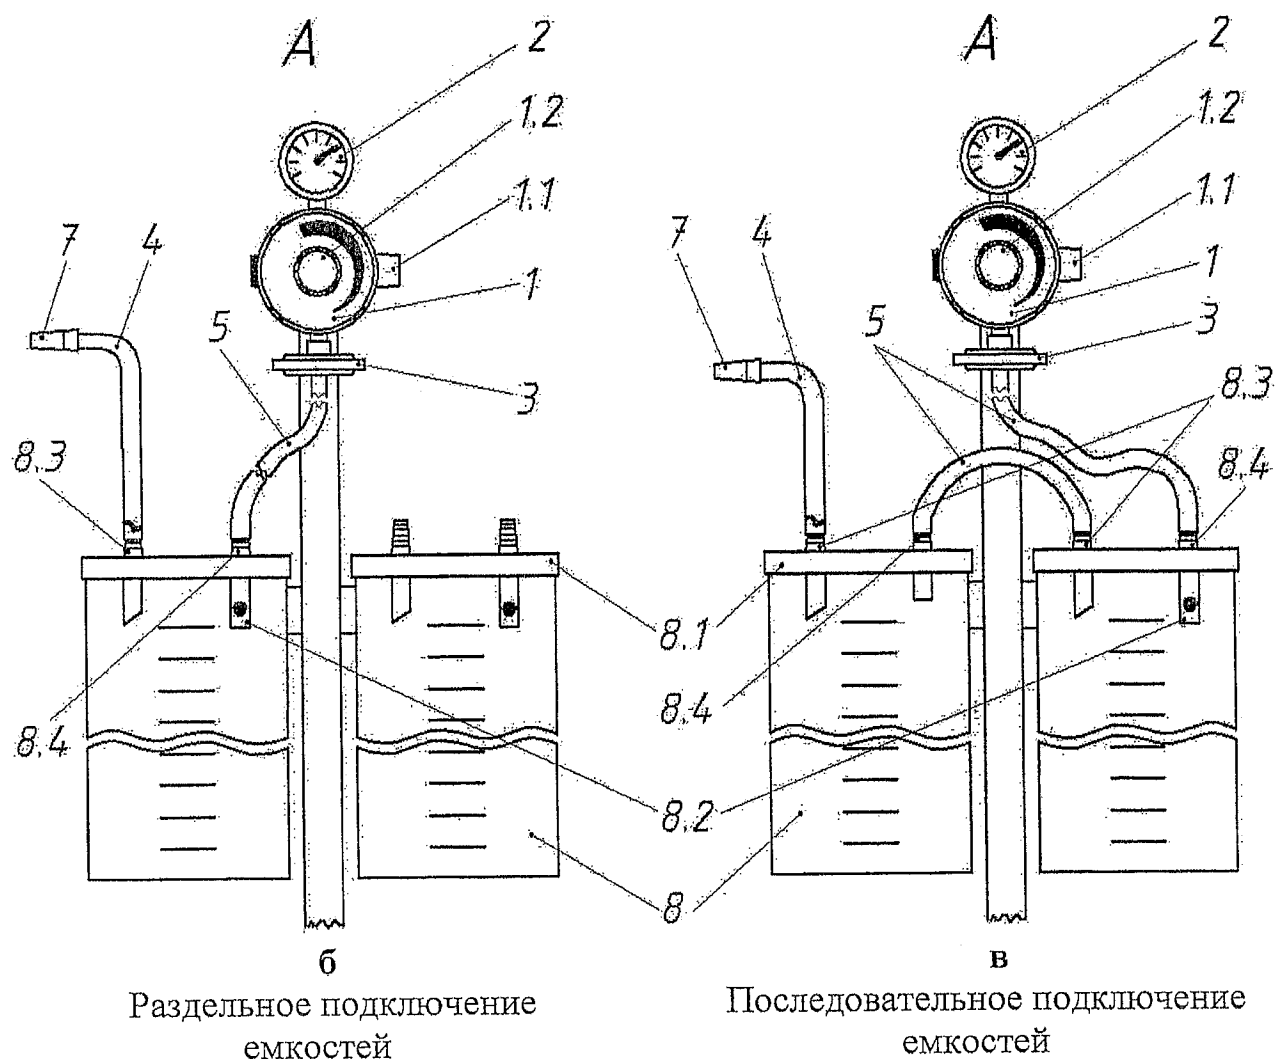

Рисунок 4 - Общий вид аспиратора хирургического АХ 4 и варианты подключения емкостей для сбора секретий.
2.7.3.2 Состав aspirатора AX 4 – см. рисунок 4.
6.2.2.4 **АХ 4:** Разместить штатив (рисунок 4, позиция 9) в сборе с регулятором вакуума на ровной поверхности пола вблизи клапана E-VAC соединителя штекерного или на направляющей модуля (настенном медицинском рельсе) в удобном для работы месте. Установить и зафиксировать емкость (емкости) на направляющей кронштейна с помощью защелки или специального кронштейна. Штатив зафиксировать с помощью тормозов колес.